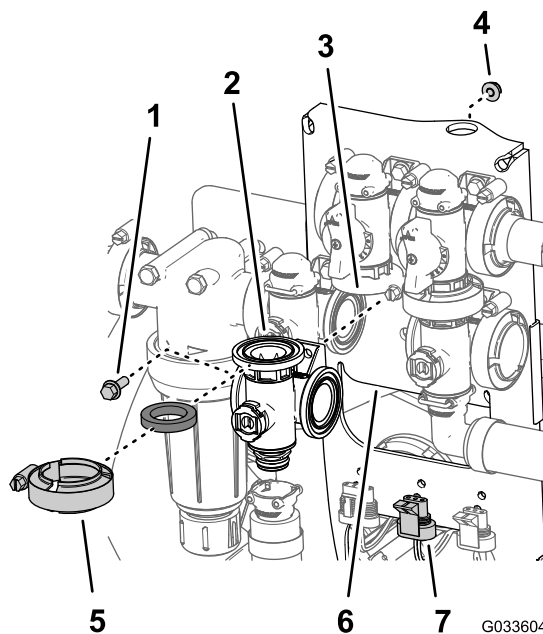

Figure 127
1. Alignez la bride du collecteur de la vanne d'agitation, un joint et la bride de la vanne de dérivation d'agitation (Figure 127).
- Fixez la vanne d'agitation sur son support à l'aide du boulon à embase et du contre-écrou à embase (Figure 127) que vous avez retirés à l'opération 3 de Dépose de la vanne d'agitation du collecteur (page 83), et serrez l'écrou et le boulon à un couple de 10 à 12 N·m (90 à 110 po-lb).